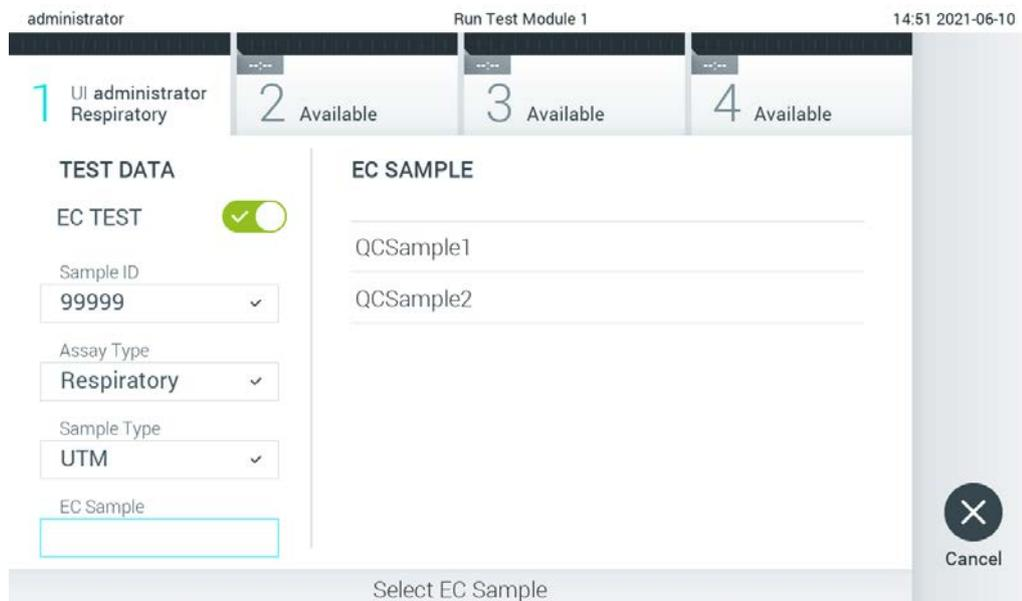

Figure 91. Sélection d'un échantillon EC.
6. Sélectionnez l'échantillon EC approprié dans la liste. Seuls les échantillons EC pour le type de dosage sélectionné sont affichés (Figure 91, page suivante).